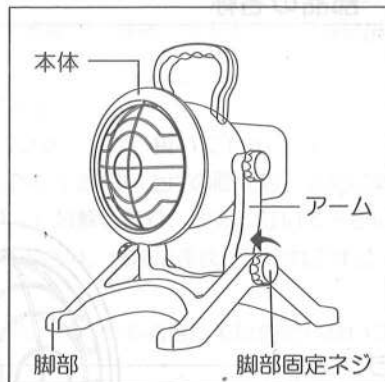

図1
- ・アームと脚部を図1のように合わせて、脚部固定ネジで締め付けて下さい。